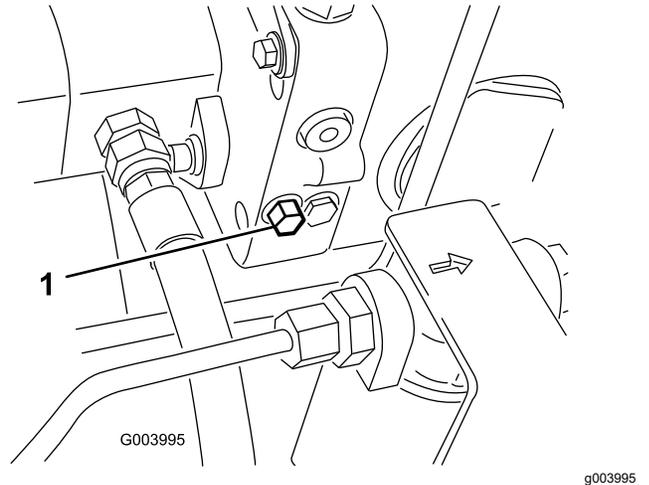

图 57
1. 旁通阀位于静液压泵的左侧 图 57。将螺栓旋转 1-1/2 圈打开旁通阀并允许液体在内部分流。